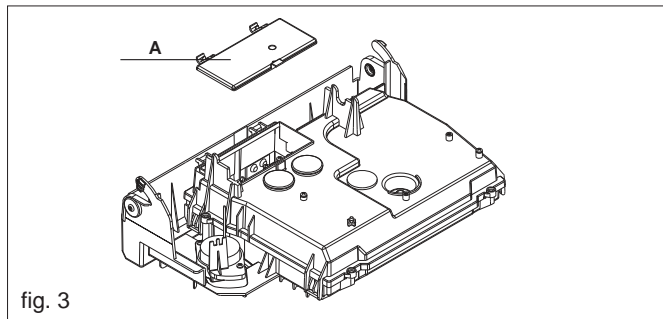

fig. 3
- togliere il coperchietto (A, fig. 3) che rende accessibili i jumper